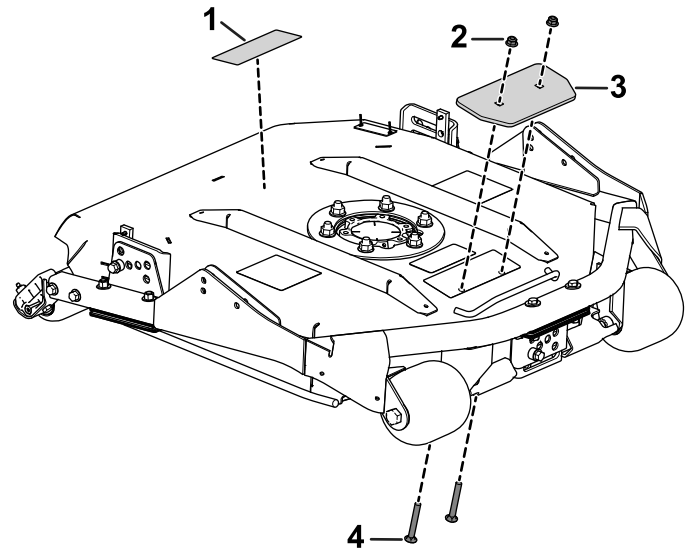

Figura 2
4. Utilize as porcas flangeadas para prender as placas de lastro à unidade de corte (Figura 2).
5. Instale o autocolante da altura de corte na direção da traseira da unidade de corte (Figura 2).
3. Coloque um parafuso ranhurado através de cada furo perfurado (Figura 2).